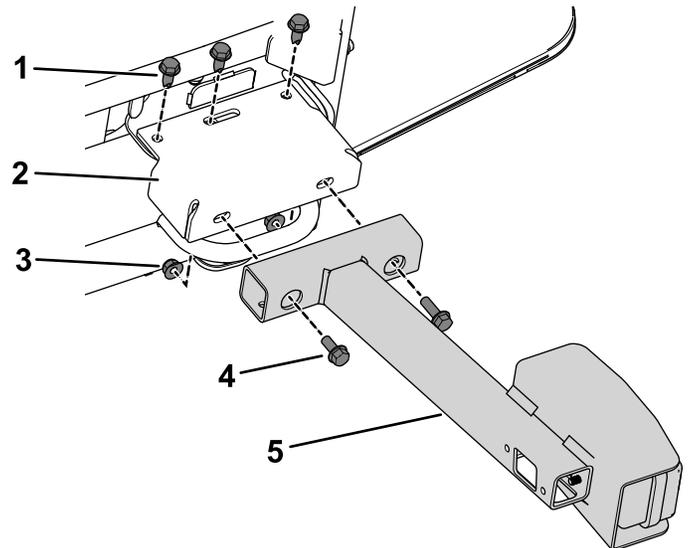

Figura 5
B. Utilize os parafusos previamente removidos para prender os suportes de extensão da luz traseira na calha da estrutura (Figura 5).
prender as montagens da luz traseira nos suportes de extensão (Figura 5).